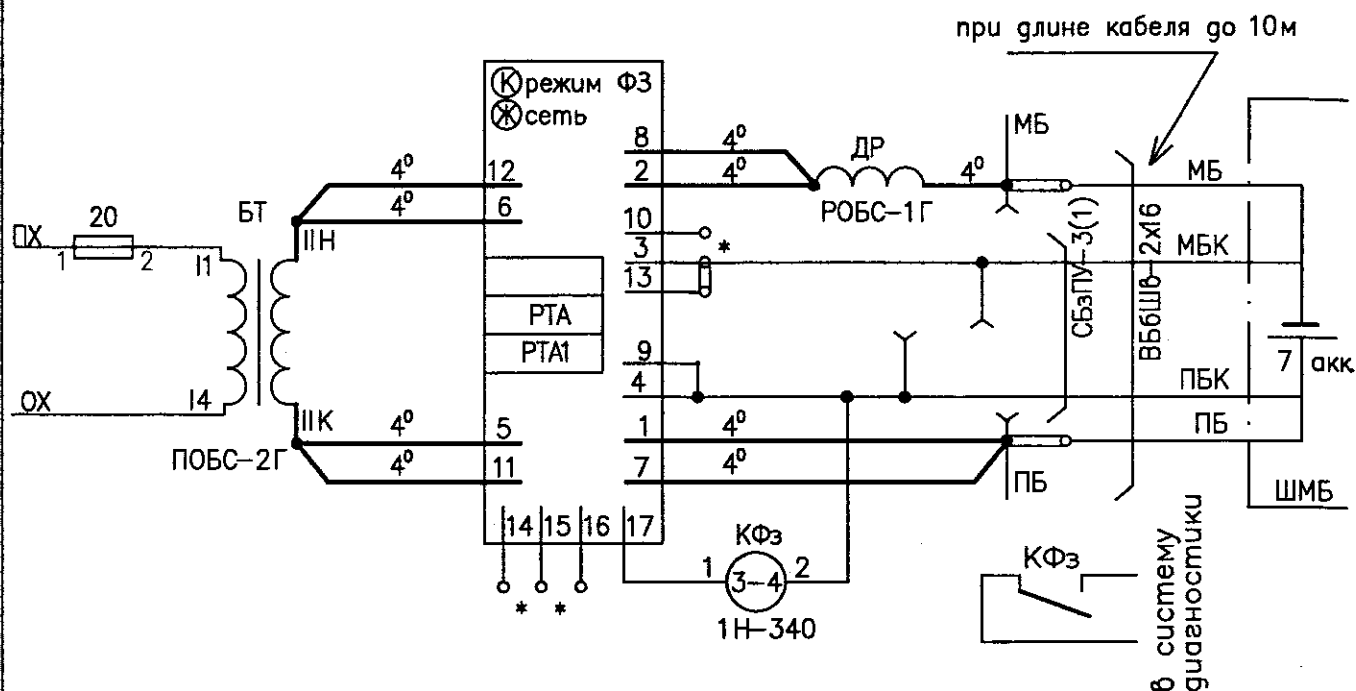

Рисунок 1. Включение РТА1 при расположении в РШ
Контакт реле КФз – контроль форсированного заряда (рисунок 1, 2) подключается к системам диагностики, для передачи информации в АРМ-ШН о включении форсированного заряда.
1. При расположении аккумуляторов в батарейном шкафу на улице следует устанавливать перемычки "зима/лето" аналогично рис.1